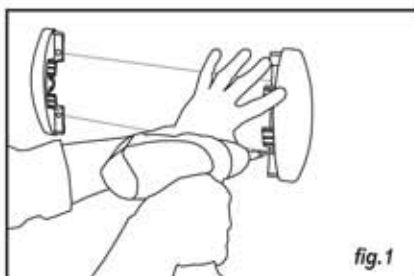

fig.1
■ Placer sur les repères les embouts et angles internes ou externes en vérifiant leur perpendicularité par rapport au sol et repérer sur le mur les trous de fixation pré-perçés (fig.1).
■ Percer et cheviller le mur puis fixer les embouts et angles au mur (fig.1).